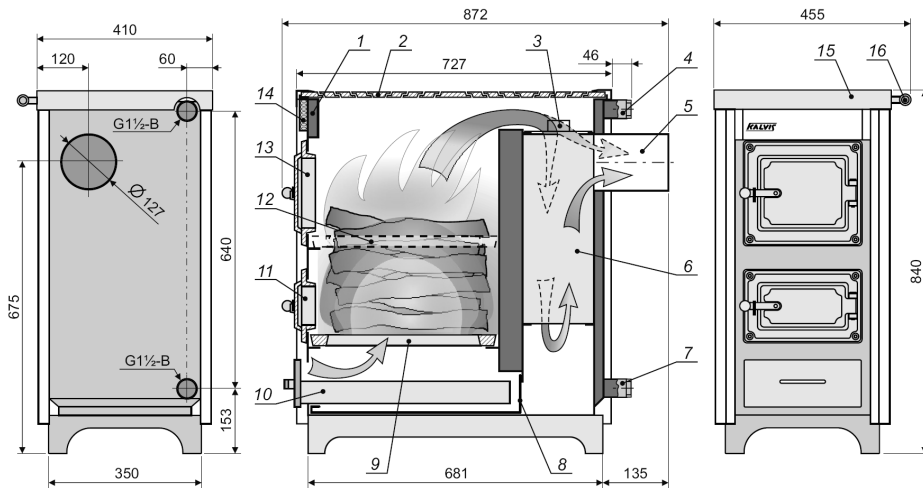

Рис. 1
Корпус котла (1) (см. рис.1) сварен из листовой стали и имеет полости, в которых нагревается вода. Нагретая вода через верхний патрубок (4) поступает в отопительную систему, а через нижний патрубок (7) остывшая поступает обратно. Патрубки с резьбой G1 1/2. Верхняя часть корпуса накрыта чугуном варочным настилом (2) с конфорками.
6.2. Розжиг котла (см. рис.1)
6.3. Топка котла (см. рис.1)